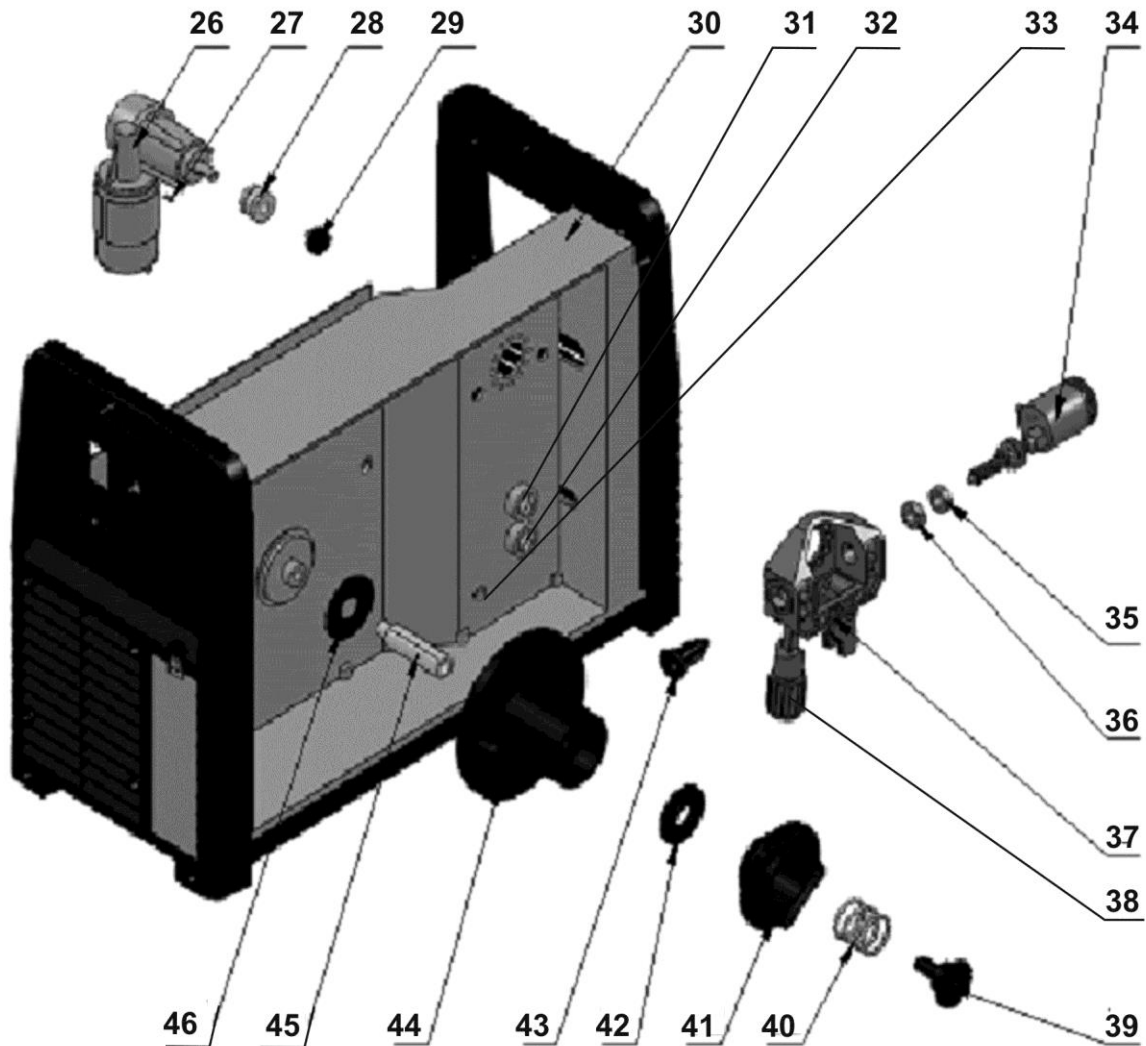

Abb. 4 – Vorschub und Halterung
2. Kippen Sie die Spannmutter (Abb. 4, Pos.38) nach rechts, die Andruckrolle wird nach links geöffnet.
2. Setzen Sie die Drahtwickelrolle mit dem Draht auf die Halterung (Abb.4, Pos.44) und sichern sie mit der PVC-Schraube ab (Pos.41).